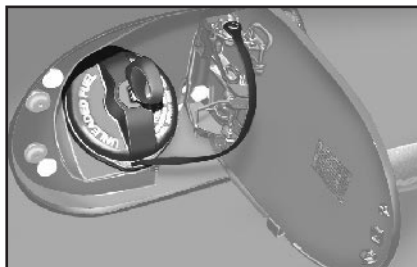

fig. 91
2) en gardant le bouchon en position (bloqué), tourner la clé d'ouverture à gauche **fig. 91**;